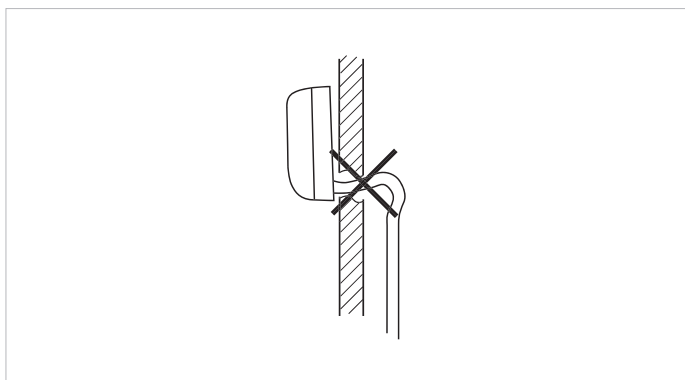

Fig. 9.1 Formation d'une courbe ascendante à éviter.
- Éviter d'installer la conduite de condensats en formant une courbe ascendante (cf. figure 9.1)